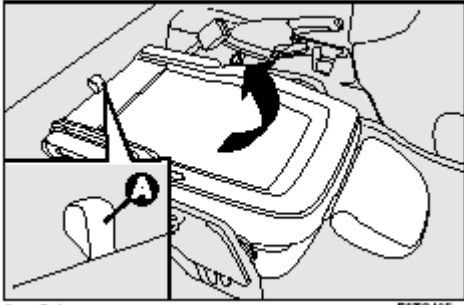

рис. 26
- взяться за язычок **А** – рис. 26 и приподнять спинку вверх.